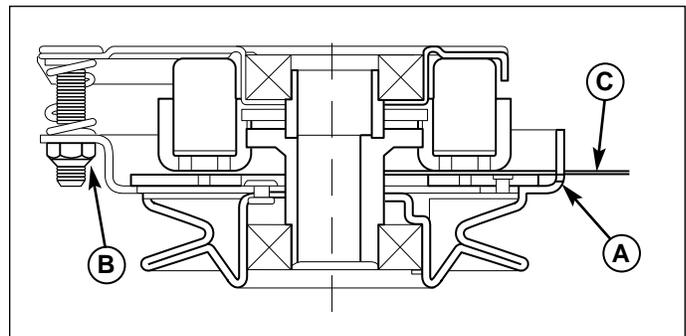

Figure 40. Régler l'embrayage de PDF
3. Insérer la jauge d'épaisseur (C) 2,5 - 4 mm (0,012 - 0,015 pouce) à travers chaque fenêtre, positionner la jauge entre la face du rotor et celle de l'armature comme montré dans la Figure 40.